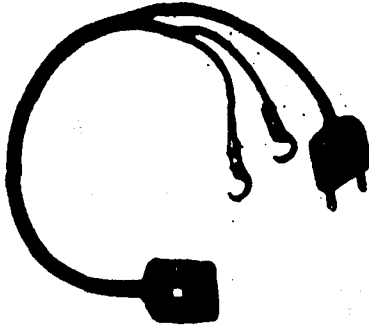

Bild 22
36. Das **Sammlerkabel** (Bild 22) dient zum **Anschluß** der **Sammler** an den **Verstärker**. Es ist **vieradrig** und etwa **50 cm** lang. An dem **einen Ende** befindet sich eine **3-fach-Steckbuchse** zum **Anschluß** an den **Verstärker**, am **anderen Ende** ein **2-fach-Stecker** zum **Anschluß** an den **Sammler** **4,8 NC 5** und **zwei Nebelkappe** zum **Anschluß** an den **Sammler** **2 B 19**.